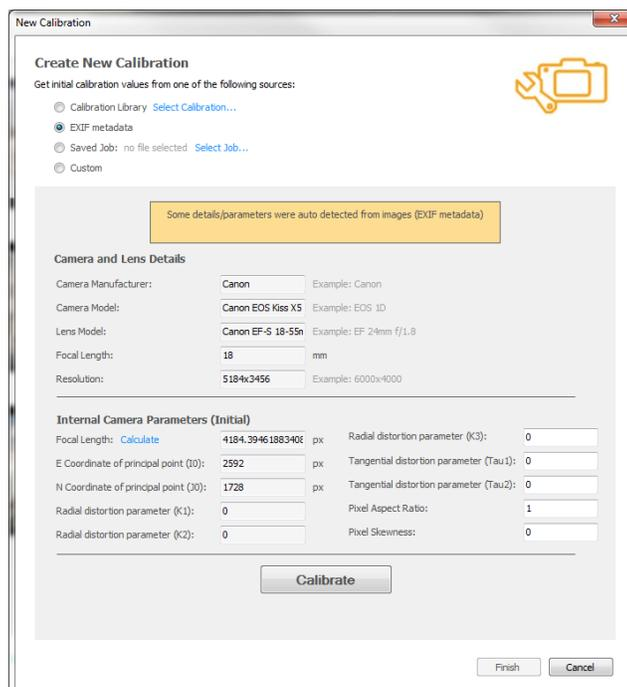

图 24：选择一个校准来源
1. 单击图像选项卡（图24：左）中的**新校准**，或单击主菜单 -> 工具 -> **新校准...**（图 Error! Reference source not found.：右）。